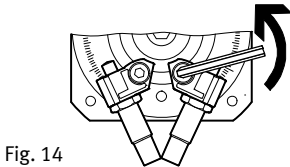

Fig. 14
4. Afloje los tornillos prisioneros de los elementos de fijación del amortiguador (Fig. 14). Para desplazar los elementos de fijación del amortiguador sólo es necesario aflojar los tornillos de bloqueo hasta que se puedan mover.